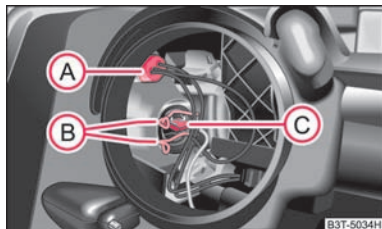

Abb. 216 Ausbau der Lampen für Stand- und Fernlicht
- Nehmen Sie die Fassung (A) heraus ⇒ Abb. 216.
- Drücken Sie die Federdrahtbügel (B) ⇒ Abb. 216 zusammen und hängen Sie diese zur Seite aus.
- Nehmen Sie die Fassung (C) heraus ⇒ Abb. 216.